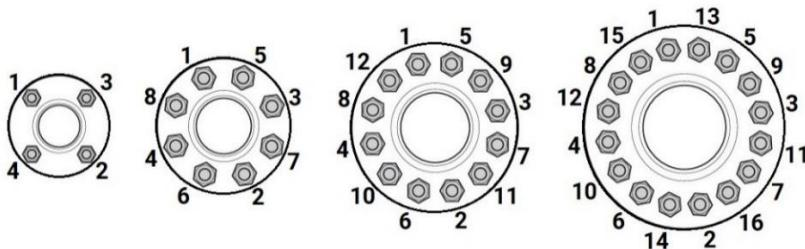

Рисунок 7 – Порядок затяжки крепежных болтов/шпилек
- 5.21. Далее, при открытом положении ЗДПМ, производится окончательная затяжка шпилек/болтов по перекрестной схеме (см. рис. 7). Рекомендуемые моменты затяжки указаны в таблице 4.